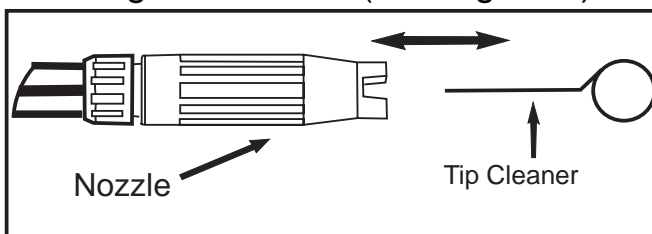

Figure 5- Insert tip cleaner in nozzle hole and move back and forth until debris is dislodged
- Avec le nettoyeur d'embout fourni, ou un trombone déplié, introduire le fil dans l'orifice de la buse et effectuer un mouvement de va-et-vient pour déloger les débris (voir Figure 5).